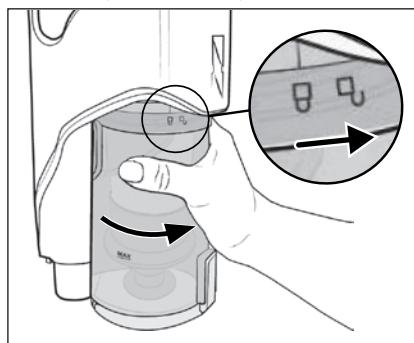

Abb. 28
- 8) Setzen Sie den Schmutzbehälter **7** wieder in das Gerät und drehen Sie ihn in Richtung des Symbols (schließen), bis er fest im Gerät sitzt (siehe Abb. 28).